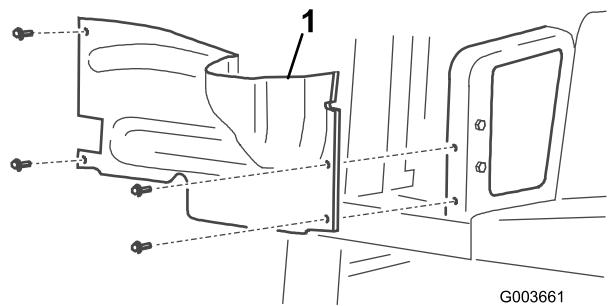

Рисунок 2
- Снимите 4 болта крепления кожуха правого колеса к раме и снимите кожух (Рисунок 2).